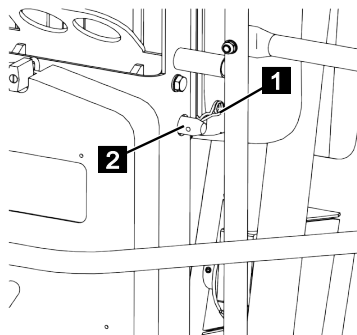

Fig. 104
5. Bloquer la cheville de verrouillage (Fig.104/2) avec la goupille fendue à ressort (Fig.104/1).